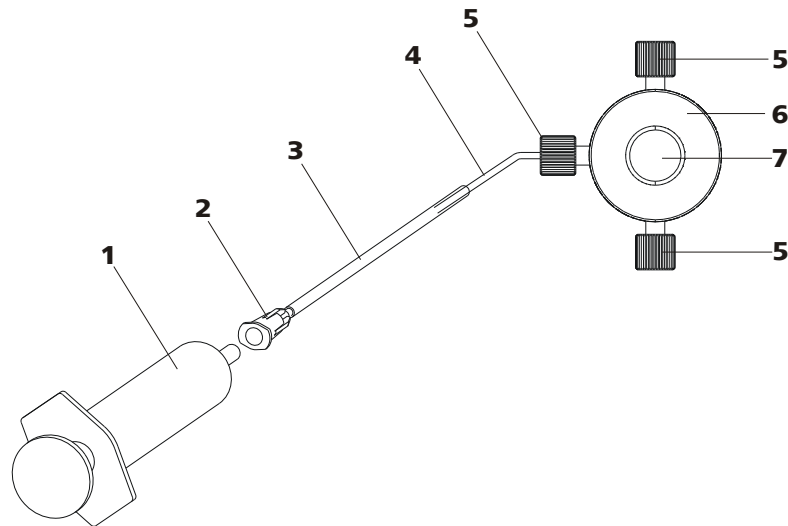

Abbildung 18 Hochdruckpumpe entlüften
Entlüften Sie die Hochdruckpumpe wie folgt (siehe Abbildung 18, Seite 34):
- Spritze (18-1) in den Luer-Anschluss (18-2) der Purge-Kanüle stecken (siehe Abbildung 18, Seite 34).